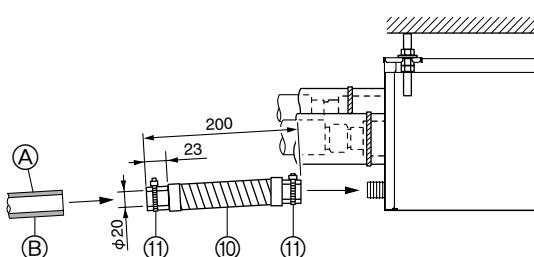

Fig. 8-1
(1) 在分线盒的排水管接头上使用PVC粘胶（当地购买），并且将随附的排水软管 ⑩ 尽可能远地推到连接头上。（Fig. 8-1）
(2) 将一条硬PVC管 (VP-16, 当地购买) 插入随附的排水软管 ⑩，并把它粘贴固定。（Fig. 8-1）
④ 当地购买的VP-16
⑤ 热绝缘材料
(3) 将一个扎带 ⑪ 安装到随附的排水软管 ⑩ 上。（Fig. 8-1）